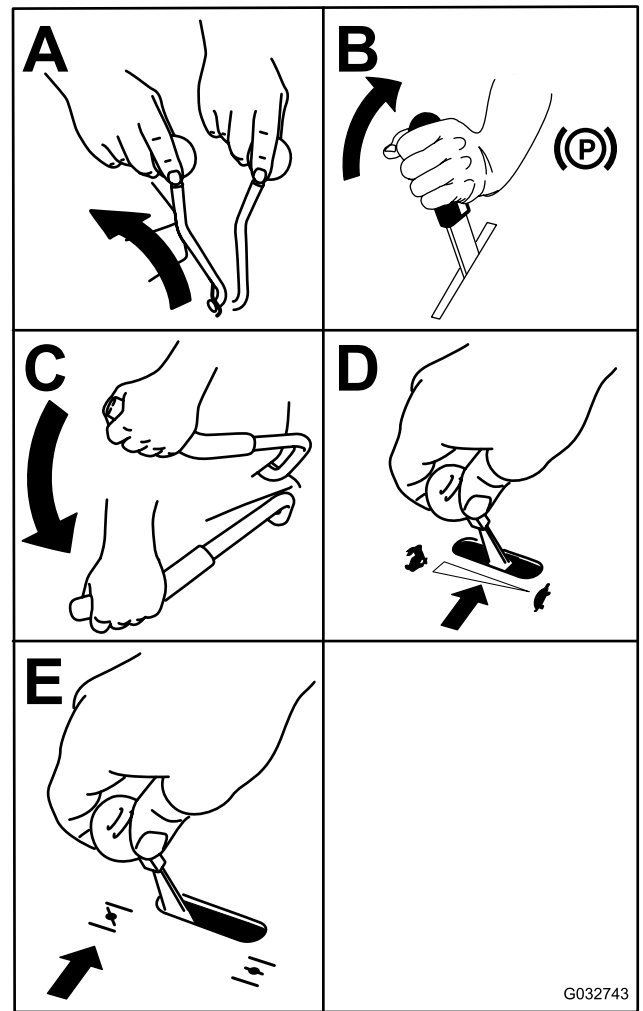

Figura 21
3. Mueva la palanca de la TDF a la posición de DESACTIVADO (Figura 21).
6. Gire la llave a la posición de ARRANQUE (P). Figura 21 Cuando el motor arranque, suelte la llave.